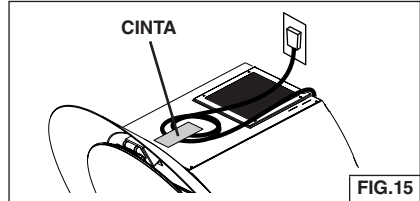

FIG.15
12. Conecte el cable eléctrico al receptáculo de 120 VCA. Fig. 15.